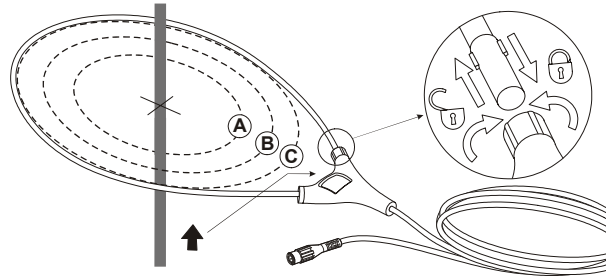

Figura 1. Aplicación de la sonda flexible alrededor del conductor.
• con posición del conductor en la ventana de la sonda (Figura 1)	A=12.7 mm ±0.5% de lectura B=20.3 mm ±1.0% de lectura C=35.6 mm ±2.0% de lectura
2. Fije la sonda flexible alrededor del conductor (Ver Figura 1.)